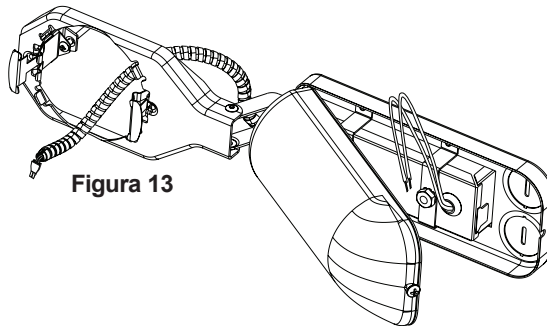

Figura 13
**Paso 2.** Quite la tapa del compartimento de alambrado. Quite el/los troquel(es) apropiados para acomodar el tipo de suministro eléctrico que se está usando (Figura 13):
**Paso 3.** Pele el alambre de suministro 3/8" e inserte cada alambre de suministro en el conector correspondiente. Conecte el alambre negro del accesorio al caliente, el alambre blanco del accesorio al neutral y el alambre verde del accesorio a tierra. (Figura 13).